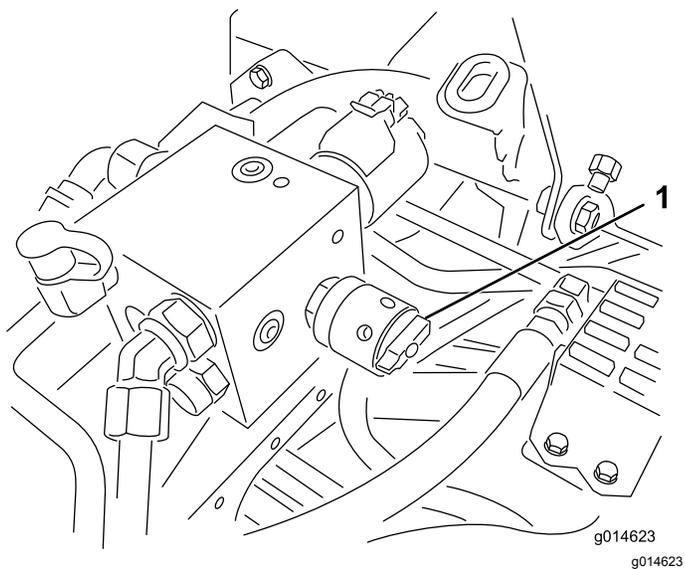

Bild 53
- Drehen Sie zum Einstellen der Spindeldrehzahl das Handrad (Bild 53), bis die Anzeigepfeile auf die Nummer zeigen, die der gewünschten Einstellung entspricht, die Sie in Schritt 3 ermittelt haben.
- Drehen Sie den Spindeldrehzahlregler auf die Einstellung 1 (Bild 53).